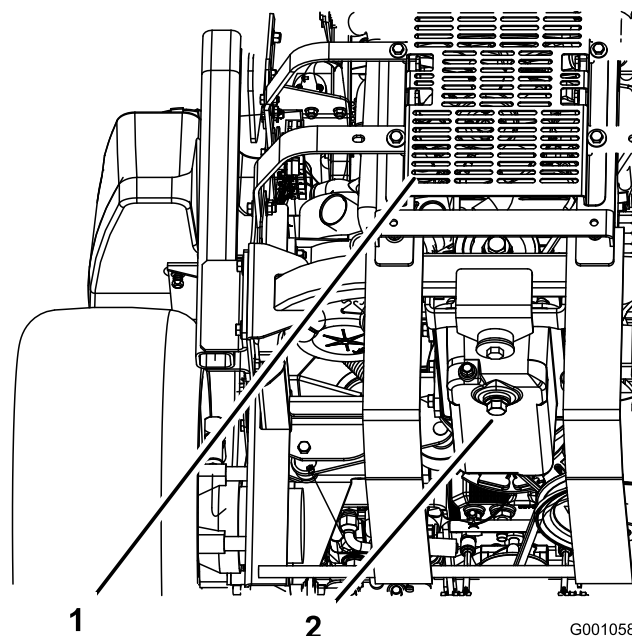

Figura 43
5. Coloque un recipiente debajo del orificio de drenaje de aceite. Retire el tapón de vaciado y deje que el aceite se drene completamente (Figura 43).